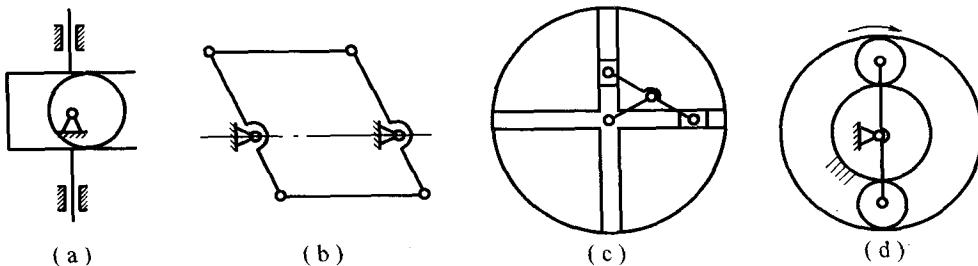

图 1-2
- ①两构件之间构成多个运动副时,见图 1-2(a);
- ②两构件上某两点间的距离在运动过程中始终保持不变时,见图 1-2(b);
- ③连接构件与被连接构件上连接点的轨迹重合时,见图 1-2(c);
- ④机构中对运动不起作用的对称部分,见图 1-2(d)。